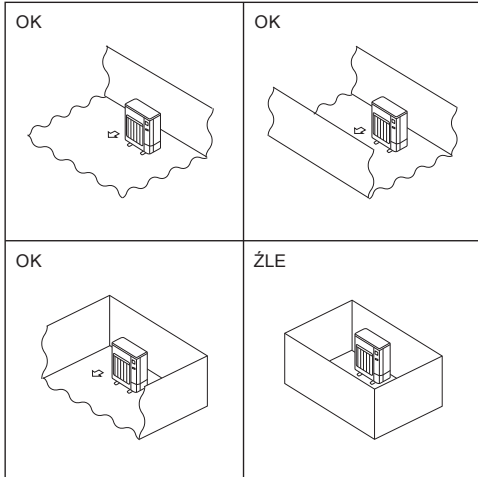

Fig. 2-2
- Ⓐ Jednostki zewnętrzne należy instalować w miejscach, które są otwarte z co najmniej jednej z czterech stron i oferują dostatecznie dużą powierzchnię bez zagłębien. (Fig. 2-2).